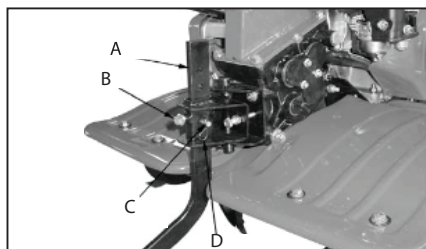

Рис. 4
- Открутите болт (B), извлеките шплинт (D) и вытащите палец (C).
- Установите высоту сошника (A) в соответствии с требуемой глубиной обработки.
- Установите палец и закрепите винтом и зашплинтуйте (Рис. 4).